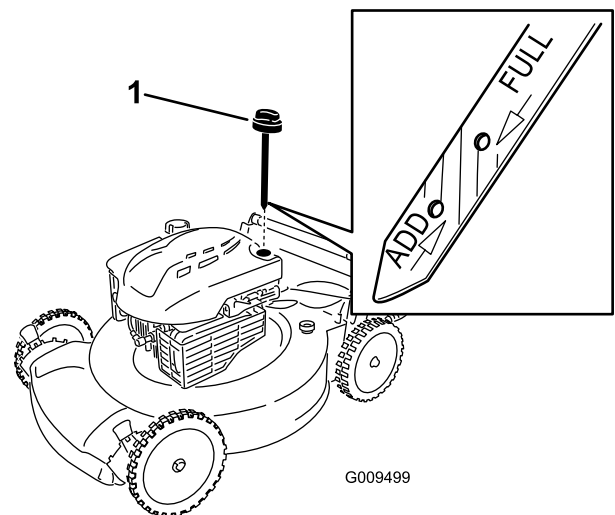

Figura 20
3. Retire la varilla (Figura 20).
**Nota:** Si el nivel de aceite está por debajo de la marca **Add** de la varilla, vierta una pequeña cantidad de aceite **lentamente** en el tubo de llenado y repita los pasos 8 a 10 hasta que el nivel llegue a la marca **Full** de la varilla (Figura 20).